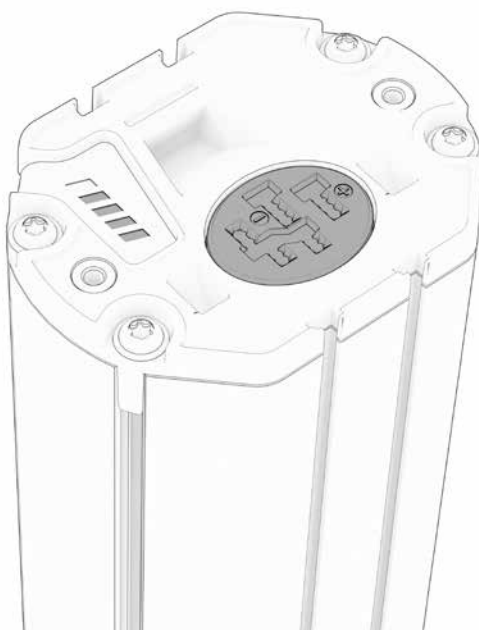

Fig. 22
1. Commencez par brancher la prise du câble de charge dans la fiche de charge sur la batterie (fig. 22) et branchez le chargeur à une prise murale.